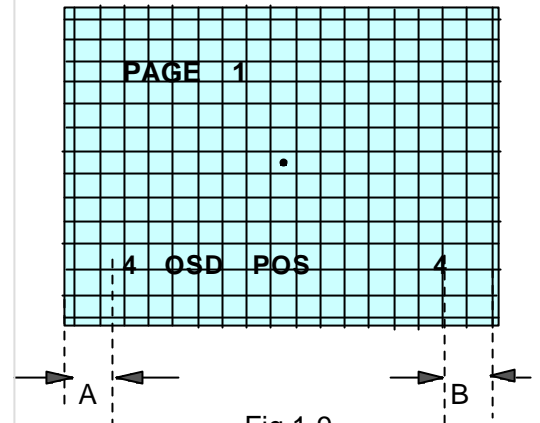

Fig.1-9
2. A(メニュー No.4 左端から画面左端)と B(データ値右側から画面右端)の距離が等しくなるように調整する。(Fig.1-9)